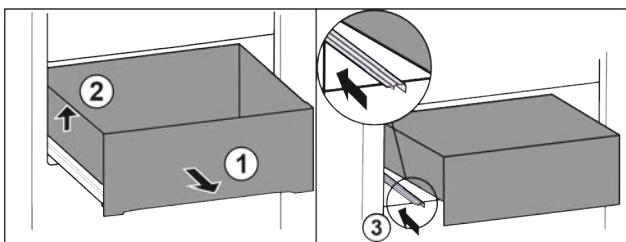

Fig. 13\*
- Вытяните выдвижной ящик полностью Fig. 13 (1).\*
- Приподнимите выдвижной ящик слева Fig. 13 (2).\*
- Вставьте левую направляющую Fig. 13 (3).\*